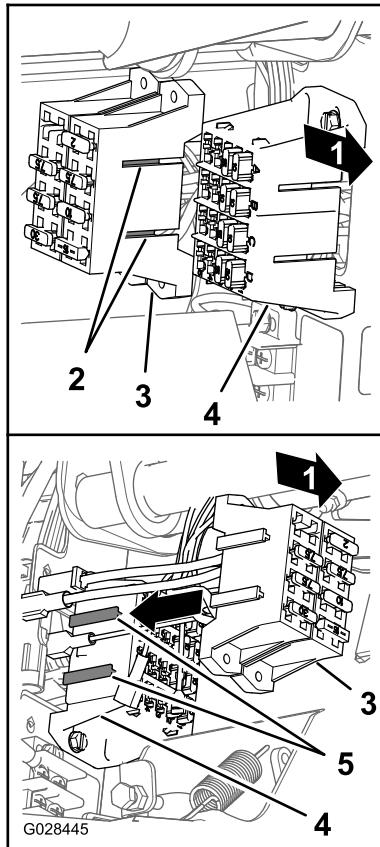

Figura 24
4. Alinhe as uniões em T no bloco de fusíveis do pulverizador com as ranhuras em T do bloco de fusíveis da máquina e deslize o bloco de fusíveis do pulverizador para as ranhuras até que o bloco de fusíveis esteja totalmente encaixado (**Figura 24**).